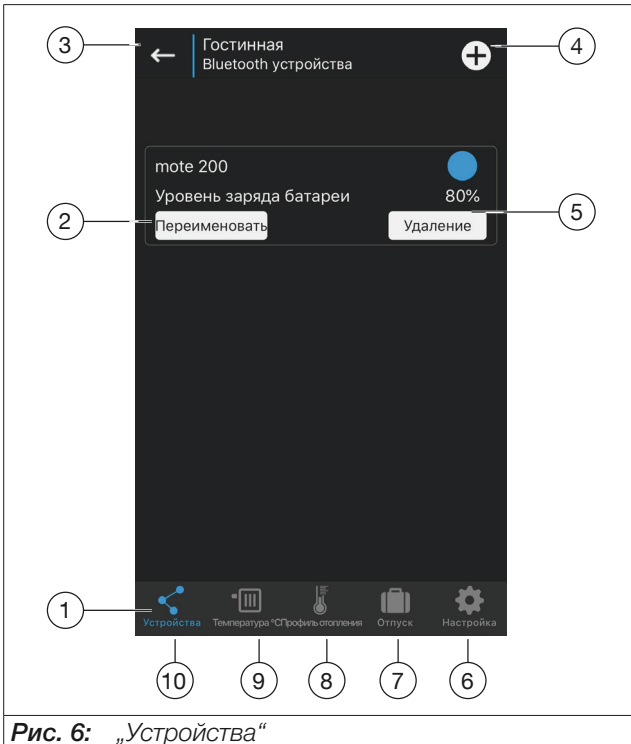

Рис. 6: „Устройства“
Главное меню (поз. 1, рис. 6 на стр. 11) открывает меню „Устройства“, „Температура“, „Профиль нагрева“, „Профиль отпущка“ и „Настройка“.
(Поз. 10, Рис. 6 на стр. 11)
(Поз. 9, Рис. 6 на стр. 11)
(Поз. 8 , Рис. 6 на стр. 11)
(Поз. 7, Рис. 6 на стр. 11)
(Поз. 6, Рис. 6 на стр. 11)
- ▶ Если вы хотите удалить программирование, действуйте, как описано в п. Рис. 6 на стр. 11. Продолжайте повторное использование, как описано в п. 6 на стр. 8 и Рис. 1 на стр. 7.